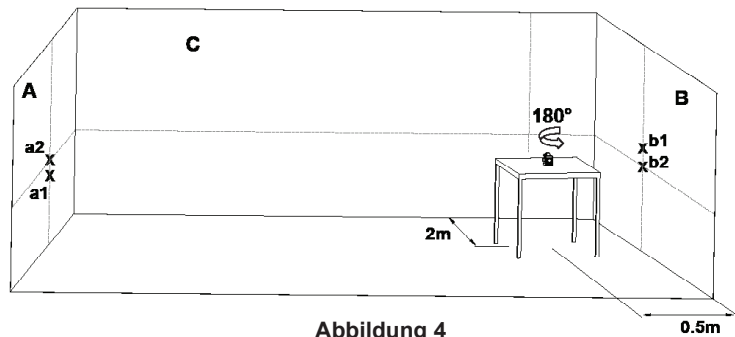

Abbildung 4
- 13) Markieren Sie auf der Wand A den Schnittpunkt der Linien als Punkt a2 (siehe Abbildung 4).